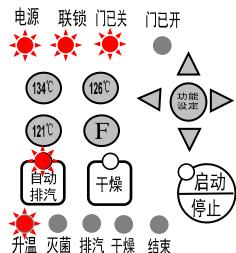

图 16
5. 按下启动键，安全联锁锁止，“联锁灯”、“升温灯”亮起，灭菌器进入升温运行状态。图 16